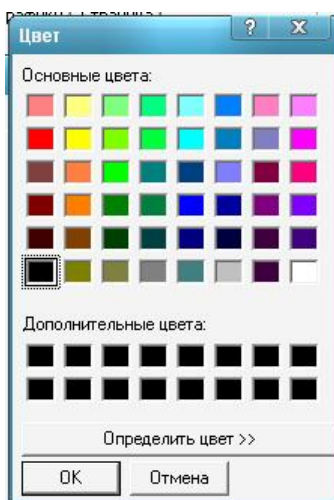

Рисунок 10. Диалог выбора цвета
- Кнопка «Цвет графика ???» позволяет выбрать цвет графика. При нажатии на эту кнопку на экране появляется стандартный системный диалог выбора цвета (смотри рисунок 10). Выберите цвет и нажмите на ОК. Сама кнопка всегда будет окрашена в выбранный цвет.